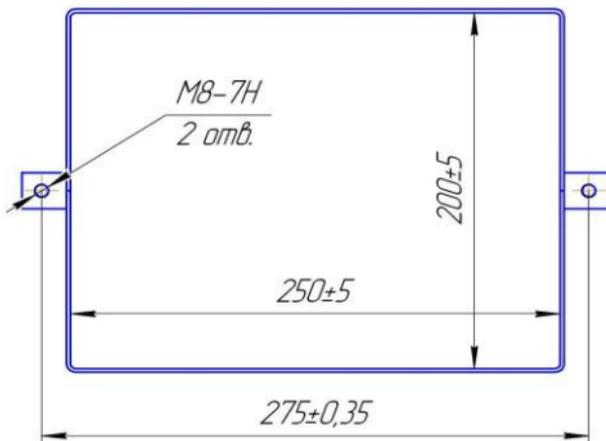

Рис.3: Розміри рамки, що закладається в топливник печі
7.1. Закріпити рамку за допомогою розчину і розтяжок з дроту на топливникі печі, витримуючи розмір 275мм (розміри рамки на рис.3). При цьому, необхідно забезпечити відстань від пальників до плити печі не менше 150мм.